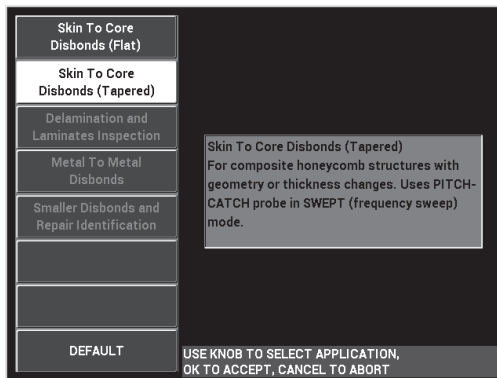

Figura 6-56 Aplicação para descolamentos da película ao núcleo (cônico)
3. Selecione a aplicação **Skin To Core Disbond (Descolamento da película ao núcleo) (cônico)** e, em seguida,  para aceitar (veja Figura 6-56 na página 170).